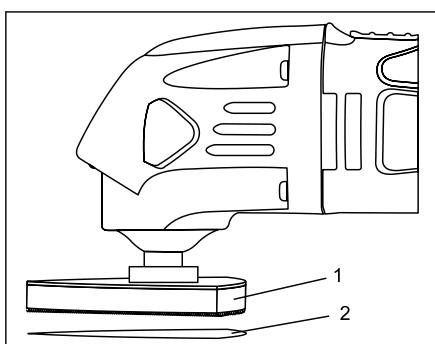

Fig. 3
1. Instalu la hokon kaj loopon de sablo (1) sur la ilo (Fig. 3).
2. Konfirmu firme la sakon (2) sur la hokon kaj loop-padon.